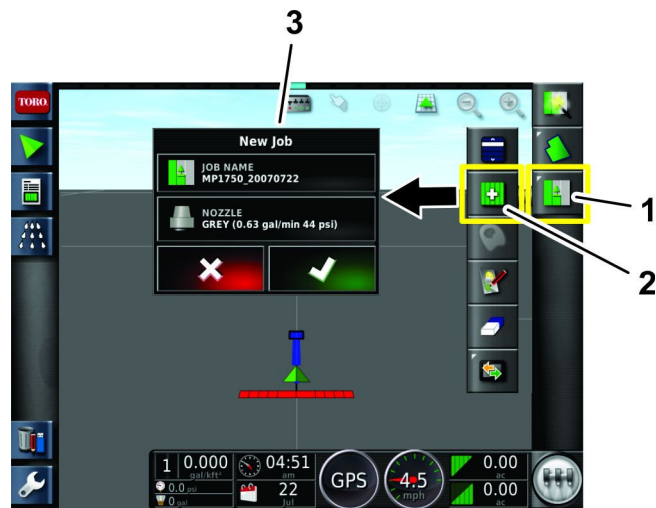

Figura 131
5. Premete l'icona del Menu dell'attività nell'angolo in alto a destra della schermata (Figura 131).
6. Inserite un nuovo nome per l'attività o lasciate l'indicazione di data e ora predefinita (Figura 131).